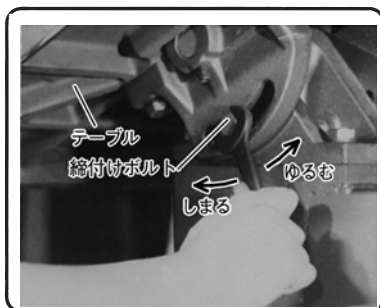

図 30
- (2) 付属の両口スパナ(17×19mm)でテーブル締付けボルトをゆるめ、傾斜挽きの角度にテーブルを傾けてテーブル締付けボルトでテーブルを固定します。(図30)